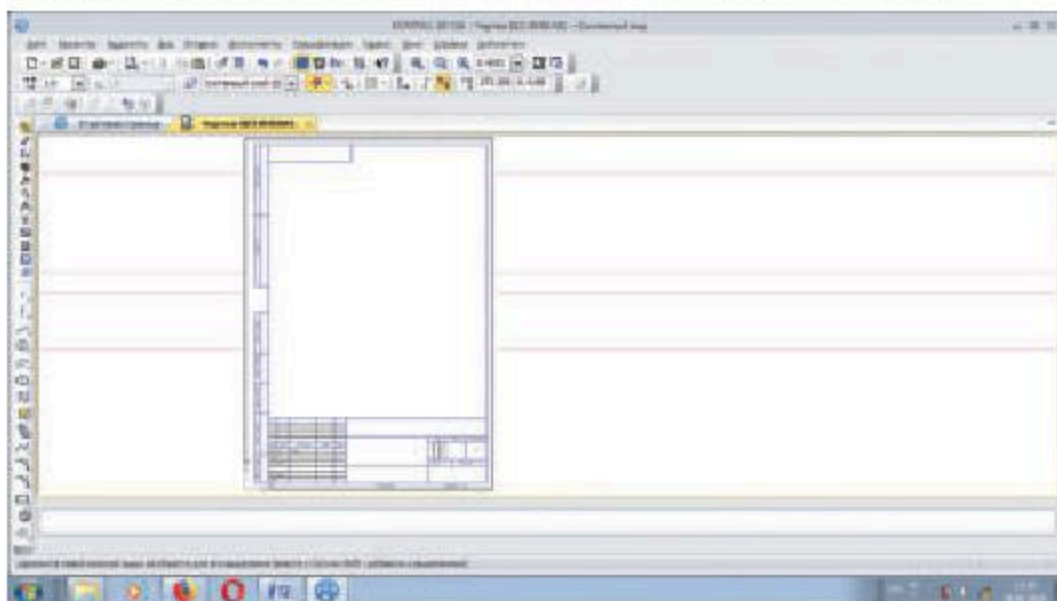

Рис. 15.3
2. Вызываем команду **геометрия** и с помощью команды **вспомогательная прямая** на его панели инструментов проводим горизонтальные и вертикальные линии (рис. 15.3). Горизонтальные линии проходят через соответствующие элементы главного изображения, а самая нижняя горизонтальная линия — через ось симметрии. Вертикальные линии проходят через элементы главного изображения и вида сверху.